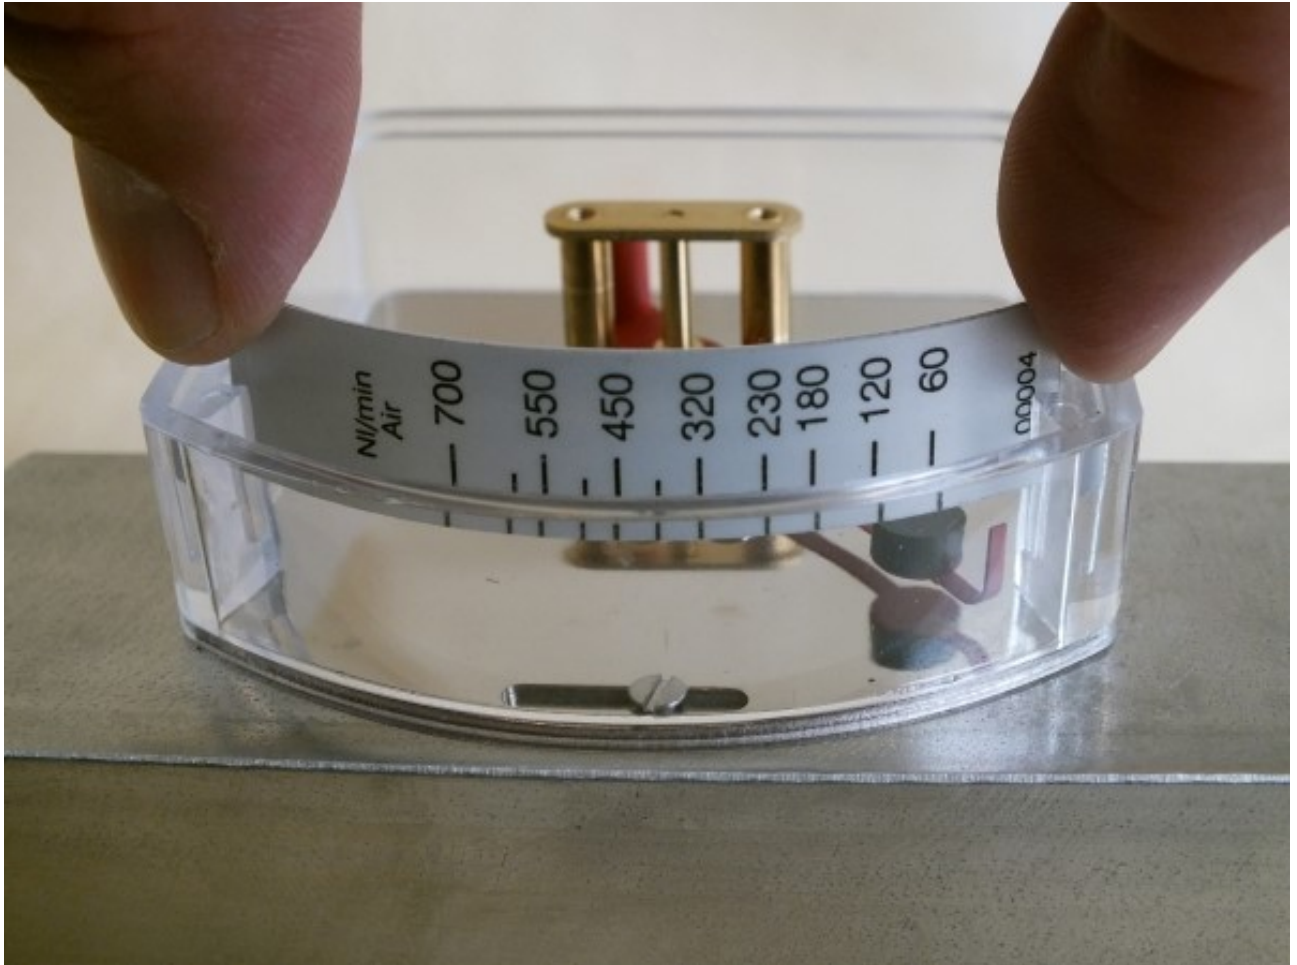

Abb. 66: Skalenträger einführen
14. Skalenträger (mit aufgeklebter Skala) in die Führung des Kunststoffgehäuses schieben (Abb. 66). Dabei Durchflussrichtung beachten (niedrigster Skalenwert zeigt zur Eingangsseite des Gerätes)